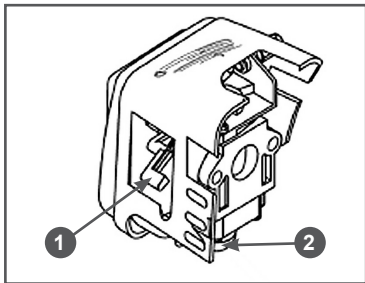

Рис. 8 Расположение рычага управления воздушной заслонкой и ручного топливного насоса
3. Прокрутите топливо через карбюратор. Для этого нажимайте (примерно 5-10 раз) на ручной топливный насос до появления в насосе топлива и возникновения сопротивления при нажатии. Насос 2 находится в нижней части карбюратора под корпусом воздушного фильтра (Рис. 8).
6. Закройте воздушную заслонку. Для этого рычаг 1 управления воздушной заслонкой (Рис. 8) установите в верхнее положение (положение «OFF»).